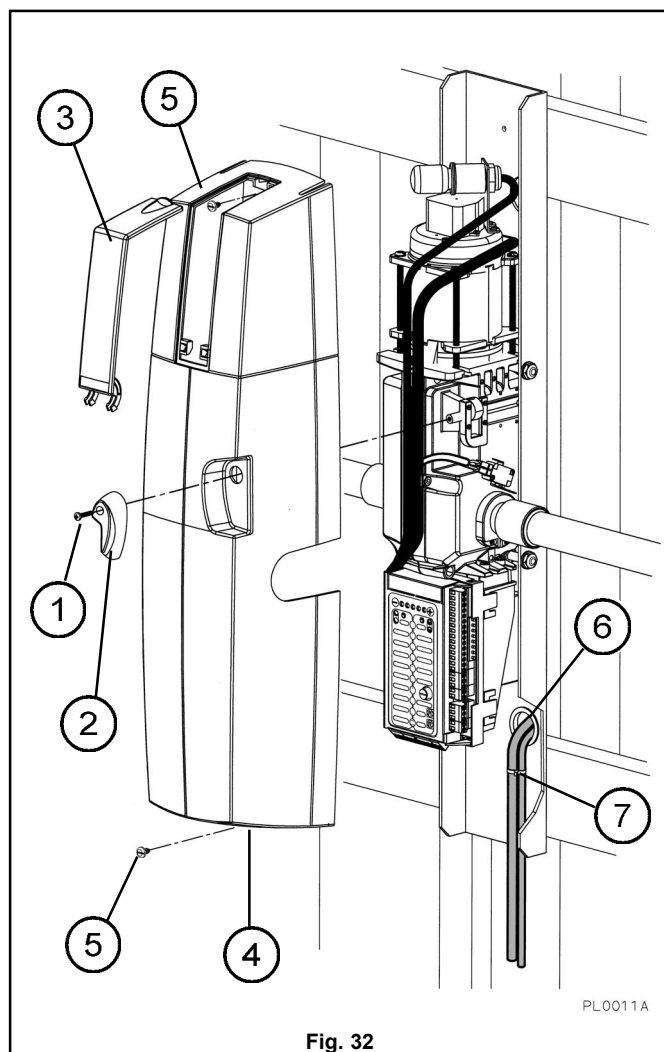

Fig. 32
- Pour accéder aux bornes, déboulonner la vis (1 fig. 32) de fixation de la poignée de déverrouillage (2 fig. 32) et ôter la poignée.
- Retirer le couvercle transparent de la lampe (3 fig. 32) encastré dans le couvercle en plastique (4 fig. 32).
- Ôter les deux vis (5 fig. 32) qui attachent le couvercle en plastique à la patte du support moteur puis la retirer.
- Insérer un chaumard adapté en matière isolante dans le trou de la patte du support moteur; introduire à travers le chaumard (6 fig. 32) les câbles nécessaires aux branchements.
- Fixer les câbles à la patte du support moteur à l'aide d'une collier en plastique (7 fig. 32) introduite dans le plus petit trou de cette patte.
- Laisser les câbles dépasser de 40 cm environ (fig. 32).